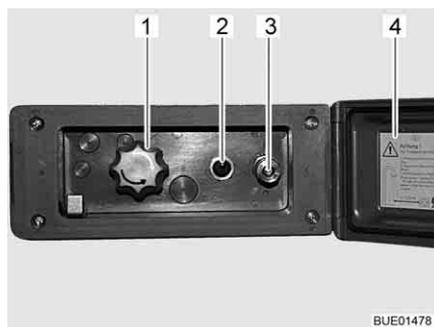

Fig. 108 Raccordo doccia esterno
- Sganciare ed aprire il coperchio (Fig. 108,4).
- Collegare il tubo flessibile della doccia esterna alla chiusura rapida (Fig. 108,3).
- Accendere la pompa dell'acqua con l'interruttore (Fig. 108,2).
- Regolare la temperatura dell'acqua ai gradi desiderati mediante la manopola (Fig. 108,1).
- Spegner la pompa dell'acqua con l'interruttore (Fig. 108,2).
- Chiudere il coperchio (Fig. 108,4) e bloccarlo con la chiave.
- Ruotare la manopola (Fig. 108,1) sulla posizione centrale.